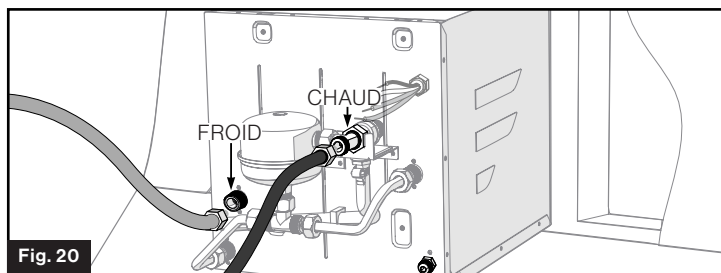

Fig. 20
1. Raccordez les conduites d'eau CHAUDE et d'eau FROIDE aux raccords appropriés NPT ½ po. (Fig. 20)